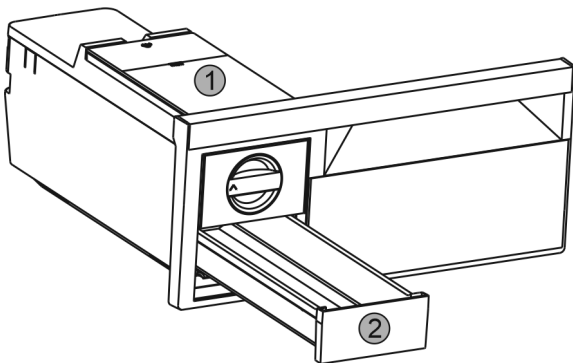

Fig. 26
- ▶ Watertank Fig. 26 (1) en ijsblokjeslade Fig. 26 (2) verwijderen.